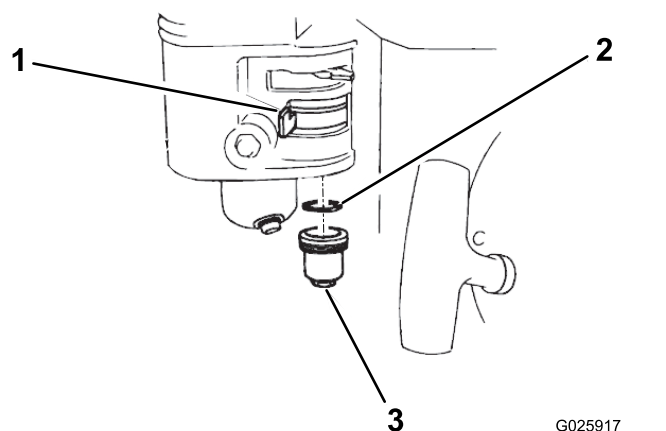

Figura 33
2. Mueva la válvula de cierre de combustible a la posición de DESCONECTADO (Figura 33).
3. Retire la taza de sedimentos del combustible y la junta tórica (Figura 33).
6. Coloque la junta tórica en la válvula de combustible e instale la taza de sedimentos (Figura 33). Apriete firmemente la taza de sedimentos.